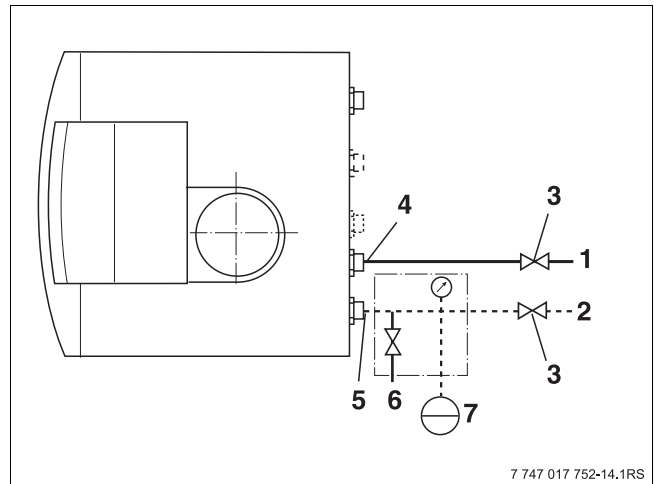

Fig. 13 Raccorder le départ et le retour
- Monter le vase d'expansion (→ fig. 13, [7]) sur le module « Raccordement MAG » [1] ou sur le retour. En cas d'utilisation d'un distributeur ouvert, raccorder le vase d'expansion au retour sur le côté secondaire du distributeur ouvert.